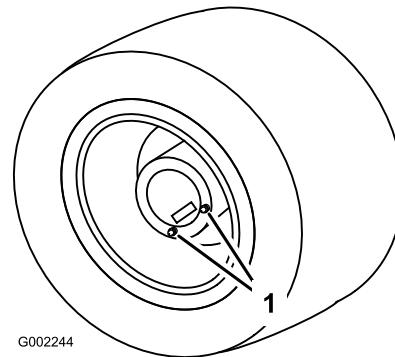

Figura 46
1. Posizionate l'irroratrice su un terreno pianeggiante con le ruote posteriori in posizione di spурго come illustrato nella Figura 46.
3. Mettete una bacinella sotto i tappi di spurgo e toglieteli dalla ruota (Figura 46).